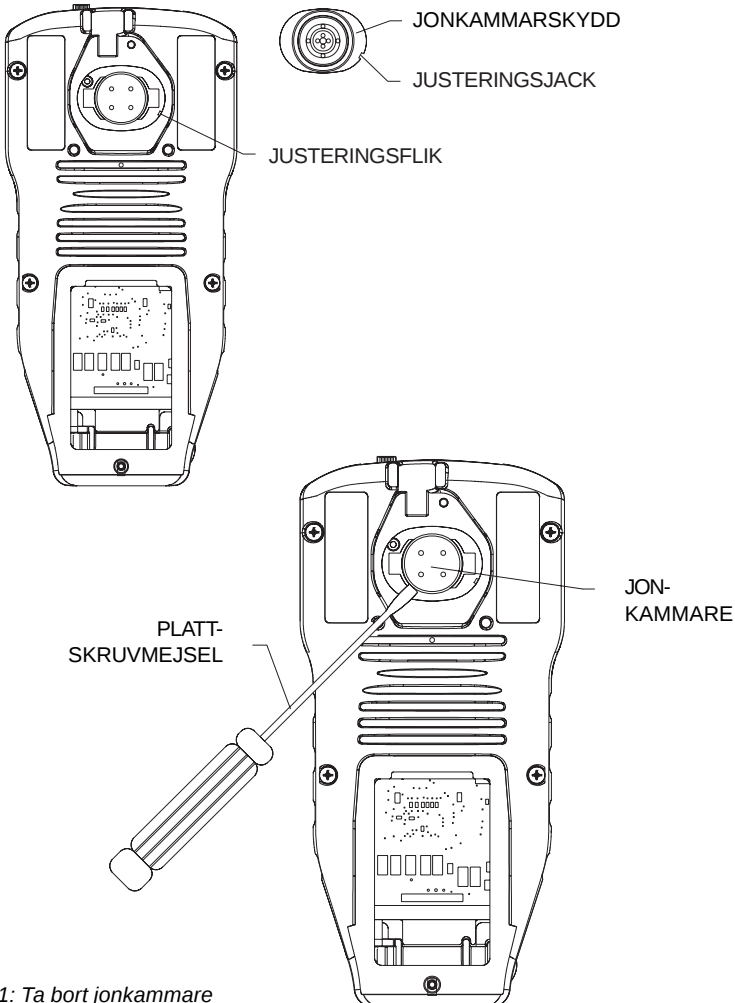

Bild 21: Ta bort jonkammare
3. Ta försiktigt ut jonkammarens skydd (se bild 21) ur instrumentet och lägg det på en ren, luddfri yta.
4. Skruva försiktigt loss jonkammaren från cellhållaren med hjälp av en plattskruvmejsel. Kassera jonkammaren (bild 21).